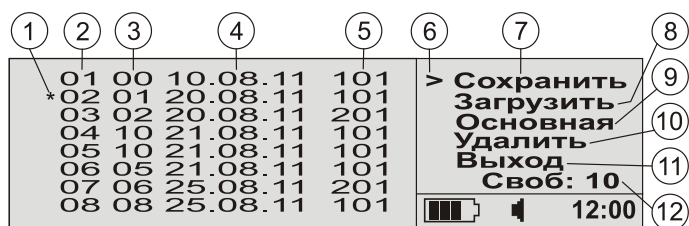

Рис. 6. Раздел «Программы».
5.5.1 Раздел «Программы» (рис. 6) используется для управления программами настроек дефектоскопа и состоит из следующих подразделов: «Сохранить» 7- для сохранения новой программы, «Загрузить» 8 -для загрузки и использования при работе выбранной программы, «Основная» 9- для установки программы, загружаемой автоматически при включении дефектоскопа, «Удалить» 10- для удаления выбранной программы из базы данных программ.